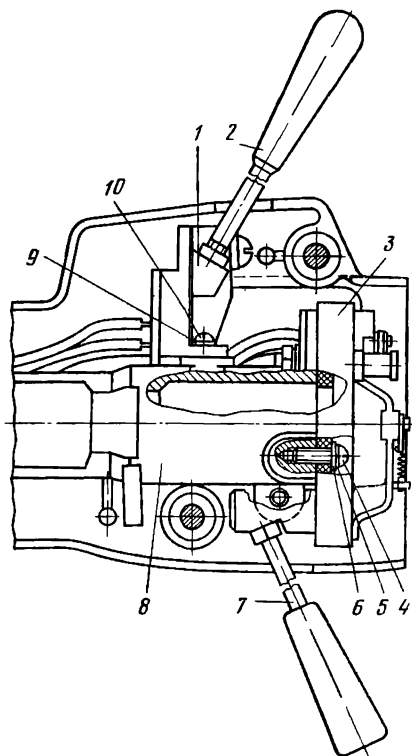

Рис. 197. Установка переключателей указателей поворотов и света фар:
**Переключатели указателя поворотов и света фар.** Направление поворота автомобиля указывается мигающим светом передних и задних указателей поворота. Включение указателей поворота осуществляется переключателем П156, установленном на опоре 8 (рис. 197) вала рулевого управления. При перемещении рычага /
Для снятия переключателя необходимо снять рулевое колесо, верхний и нижний кожуха опоры вала, отсоединить провода и, отвернув два винта 4 (см. рис. 197), снять переключатель.